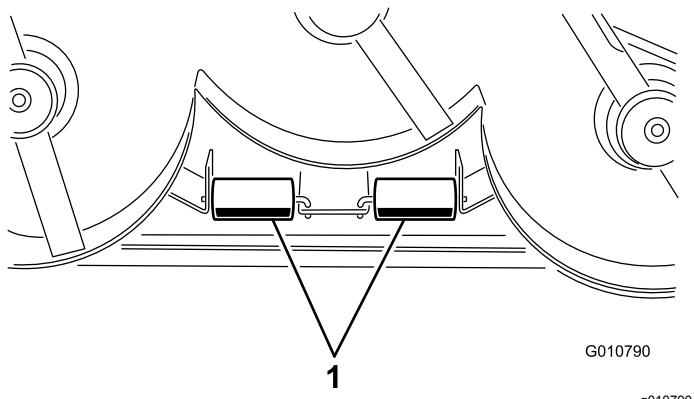

Figura 13
1. Rimuovete le coppiglie che fissano gli alberi del rullo alle staffe sulla parte inferiore del piatto di taglio (Figura 13).